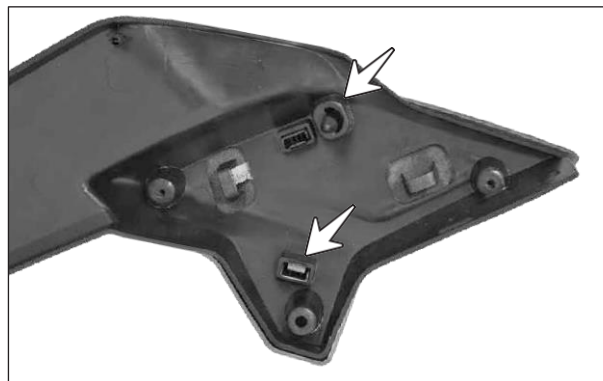

Fig. 1.29
- Desmonte el complemento de la cubierta extrayendo cuidadosamente los pines de sujeción. (Fig. 1.29)